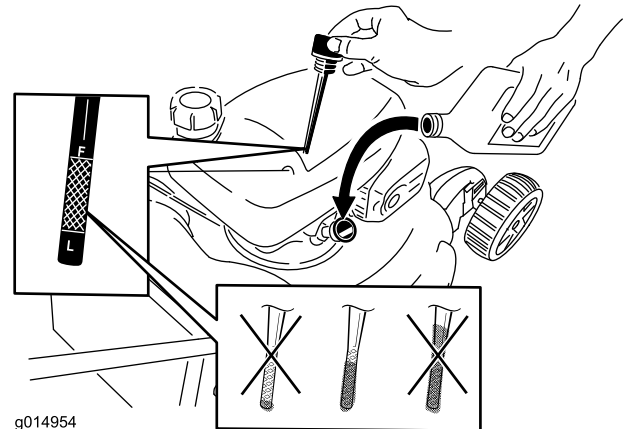

Bild 6
2. Entfernen Sie den Peilstab (Bild 6) und füllen Sie Öl in den Einfüllstutzen bis ca. 3/4 des Füllvolumens des Kurbelgehäuses ein.
5. Nehmen Sie den Peilstab heraus und lesen Sie den Ölstand am Peilstab ab, siehe Bild 6.
- Füllen Sie bei einem zu niedrigen Ölstand langsam etwas Öl in den Öleinfüllstutzen: Wiederholen Sie die Schritte 3 bis 5, bis der Ölstand richtig ist, wie in Bild 6 dargestellt.